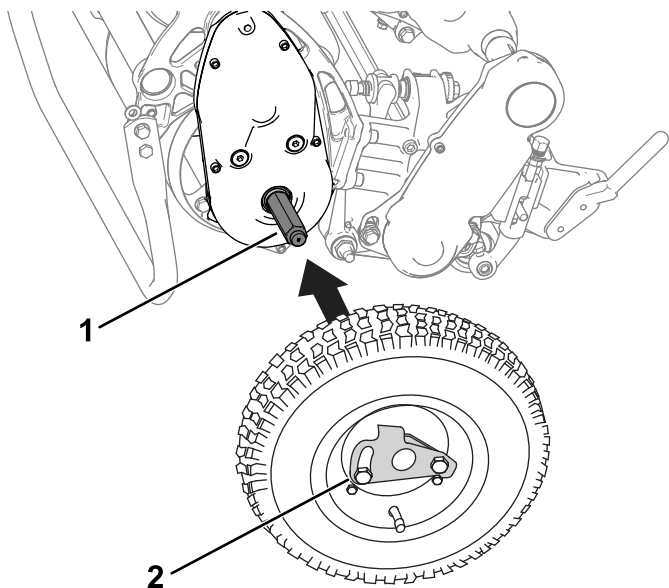

Figura 21
2. Deslice una rueda sobre un eje (Figura 21).
3. Gire el clip de retención de la rueda (Figura 21) alejándolo del centro de la rueda, dejando que esta entre más en el eje.